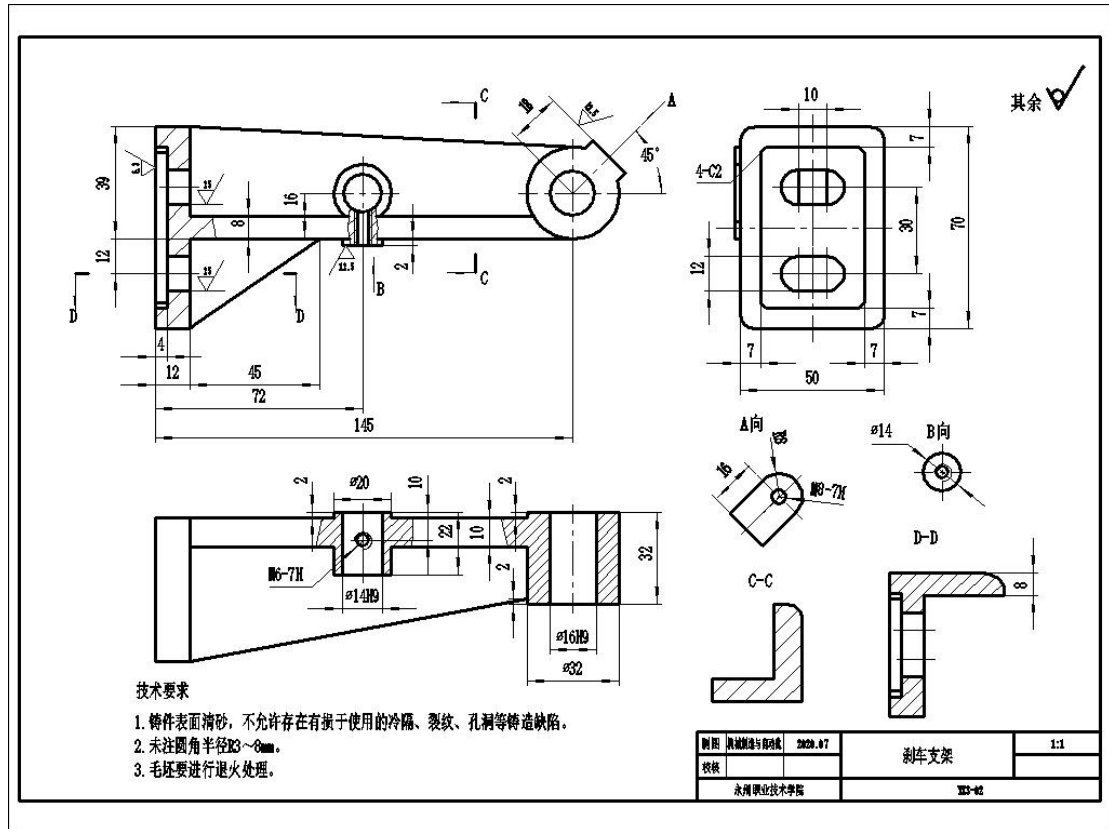

图 3-2 刹车支架零件图
**任务 1：**识读刹车支架零件图（如图 3-2 所示），根据零件图要求，利用三维设计软件正确绘制草图，选择合适的特征建模方法完成零件三维造型；